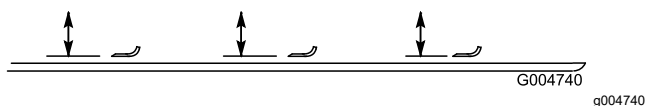

Рисунок 129
2. Поверните нож так, чтобы его концы были направлены вперед и назад, и измерьте расстояние между внутренней частью режущего блока и режущей кромкой в передней части ножа (Рисунок 129).